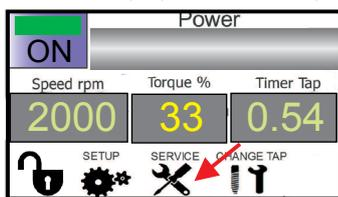

FIG. 3
2. Premere SERVICE nella videata principale del touch screen del pannello di controllo (FIG. 3);